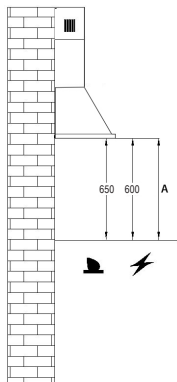
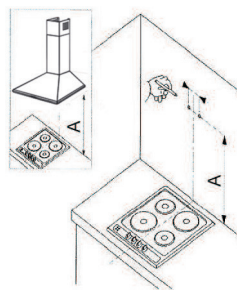

Рис. 4
Рис. 6
Если Вы используете газовую плиту или газовую поверхность, расстояние «А» между нижней частью вытяжки и поверхностью для приготовления пищи должно составлять не менее 65 см, если электрическая не менее 60 см (Рис.4). Во время монтажных работ следует соблюдать действующее положение по отводу воздуха. Когда вытяжка используется одновременно с устройствами сжигания газа или другого топлива, в помещении должна быть надлежащая вентиляция.
- Приложите корпус вытяжки к стене (рис. 6), сохраняя минимальное 65 см для газовых и 60 см для электрических плит между нижним краем вытяжки и поверхностью для приготовления пищи (рис. 4).